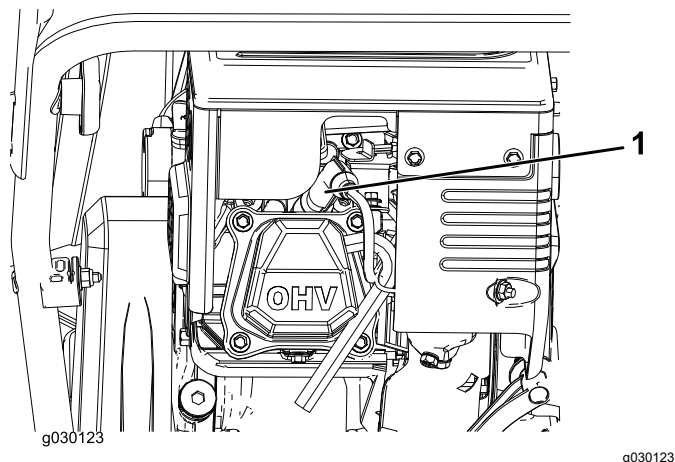

Figure 19
1. Enlevez le capuchon (Figure 19).